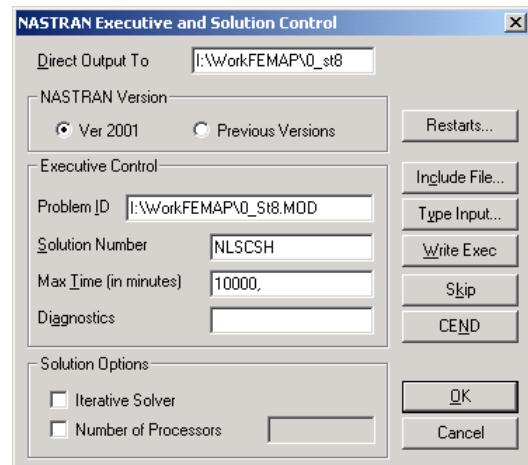
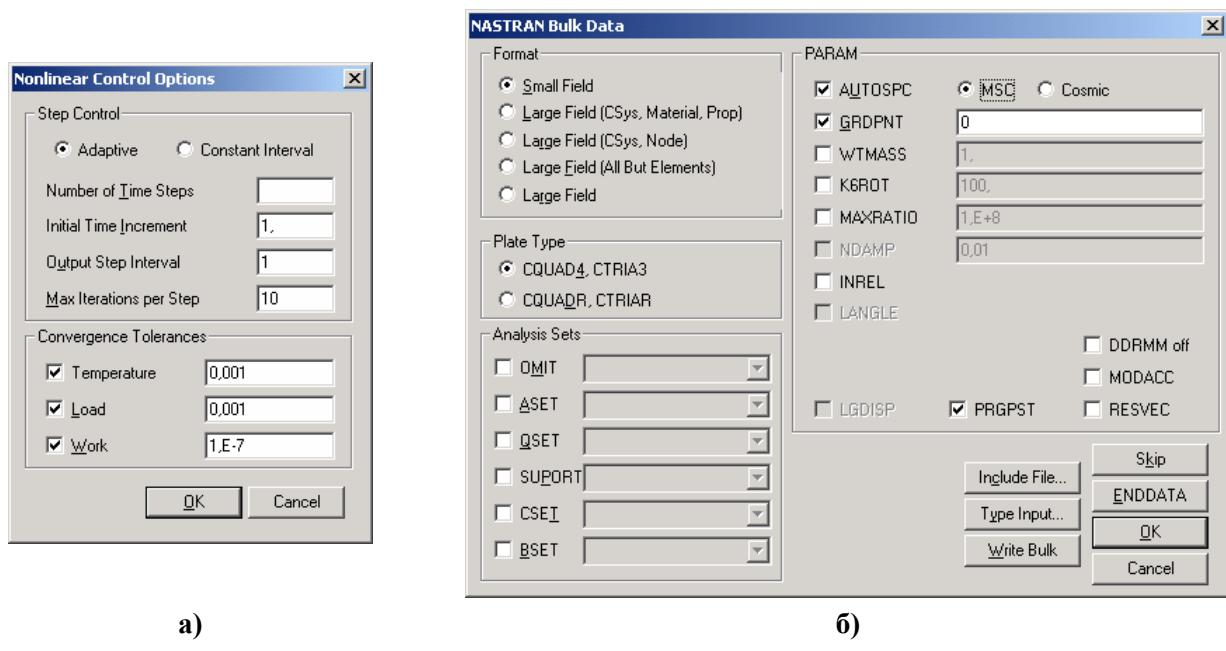
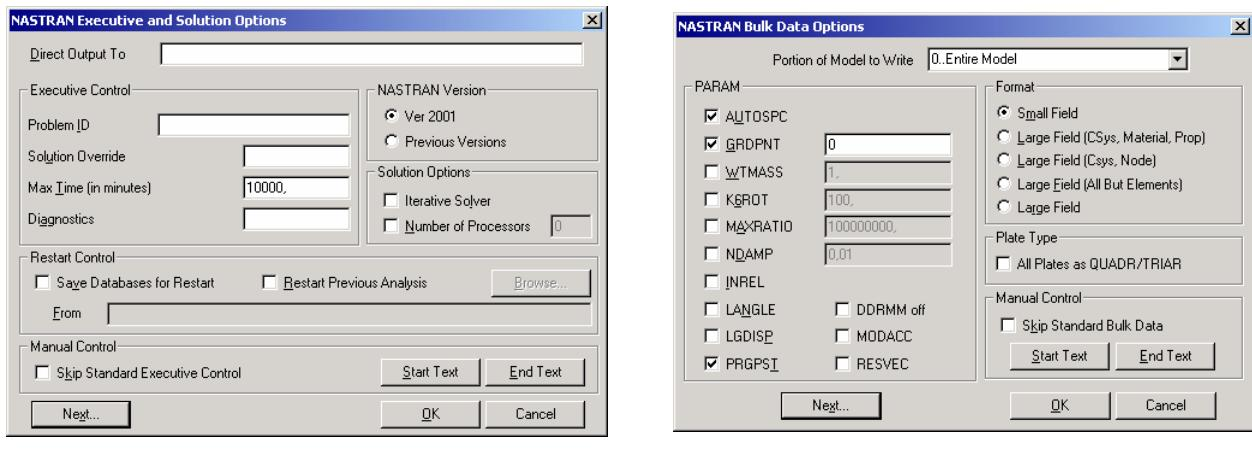

Рис.4.7. Діалогова панель для змін параметрів аналізу
Рис.4.9. Діалогові панелі для змін параметрів: а) – пов’язаних із нестационарністю та нелінійністю задачі тепlopровідності; б) – формату даних та інших
Рис.4.12. Діалогові панелі настроювання даних та параметрів секцій „Executive Control” (а) та „Bulk Data” (б) файлу *.dat
Спочатку з'являється діалогова панель „**NASTRAN Executive and Solution Control**” (див. рис.4.7), на якій можна змінити імена робочих файлів, вказати версію MSC.Nastran (2001 або попередні), призначити максимальне допустимий час розв'язування задачі у хвилинах (**Max Time (in minutes)**).
Якщо задача – про тепловий стан тіла, то з’являється панель „**Nonlinear Control Option**” (див. рис.4.9-а). У полях секції „**Convergence Tolerances**” можна змінити точність одержання результатів для температури (**Temperature**), по ГУ (**Load**) та за енергією (**Work**). Якщо задача – нестационарна (див. Розділ 5.2), то у секції „**Step Control**” можна змінити параметри процесу: кількість часових кроків (**Number of Time Steps**), початковий часовий крок (**Initial Time Increment**), часовий інтервал (у секундах) для формування результатів розрахунків (**Output Step Interval**) та максимальну кількість ітерацій (нелінійної задачі) на кожному кроці. Радіокнопками можна обрати один з варіантів призначення наступних часових кроків: адаптивним (**Adaptive**, за замовчанням) або незмінним (**Constant Interval**).
Остання діалогова панель – „**NASTRAN Bulk Data**” (див. рис.4.9-б).
Підрозділ „**NASTRAN Executive**” розділу „**Option**” настроюється за допомогою діалогової панелі „**NASTRAN Executive and Solution Option**” (див. рис.4.12-а). Вона подібна до панелі „**NASTRAN Executive and Solution Control**” (див. рис.4.7), але додатково має дві секції. Секція „**Restart Control**” має опції, які є на діалоговій панелі „**NASTRAN Restart Control**” (див. рис.4.6-б та пояснення у Розділі 4.2.2). За допомогою кнопки „**Browse...**” можна
знайти файл рестарту (з розширенням імені *.MASTER), яке з'явиться у рядку „From”. Секція „Manual Control” має опцію „Skip Standard Executive Control”, яка аналогічна кнопці „Skip” на рис.4.7. Кнопки „Start Text” та „End Text” дозволяють вводити пояснення та параметри (у текстовому режимі) до файлу *.dat на початок або кінець секції „Executive Control” цього файлу.
Підрозділ „NASTRAN Bulk Data” розділу „Option” настроюється за допомогою діалогової панелі „NASTRAN Bulk Data Option” (див. рис.4.12-б), яка майже подібна панелі „NASTRAN Bulk Data” (див. рис.4.9-б та пояснення у Розділі 4.2.3.3). Ще є секція „Manual Control”, така ж, як й на рис.4.12-а.
- „**NASTRAN Nonlinear**” – настроюється за допомогою діалогової панелі „**Nonlinear Control Option**” (див. рис.4.9-а та пояснення до нього).
Наступна діалогова панель – „**Boundary Conditions**” (див. рис.4.16-а). На ній у секції „**Primary Sets**” обираються основні набори навантажень (Loads), закріплень (Constraints), початкових умов (Initial Conditions) і рівнянь зв’язків (Constraints Equations). У секції „**Other DOF Sets**” підключаються інші набори зі ступенями свободи вузлів (аналогічна секції „**Analysis Set**” на рис.4.9-б).